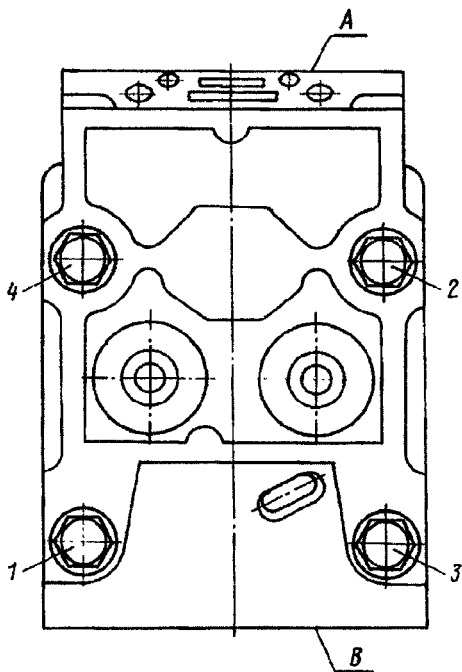

Рис. 10. Схема затяжки болтов крепления головки цилиндра:
11. Ослабьте затяжку болтов крепления головок цилиндров в последовательности, изображенной на схеме (рис. 10), затем выверните их, снимите головки и поставьте на них номера цилиндров	Сменная головка 19 мм, вороток
19. Затяните болты крепления головок в три приема в последовательности, изображенной на рис. 10: первый — 39,2—49,1 Н·м (4—5 кгс·м) второй — 117,7—147,2 Н·м (12—15 кгс·м) третий — 156,9—176,5 Н·м (16—18 кгс·м)	Сменная головка 19 мм, вороток, динамометрический ключ